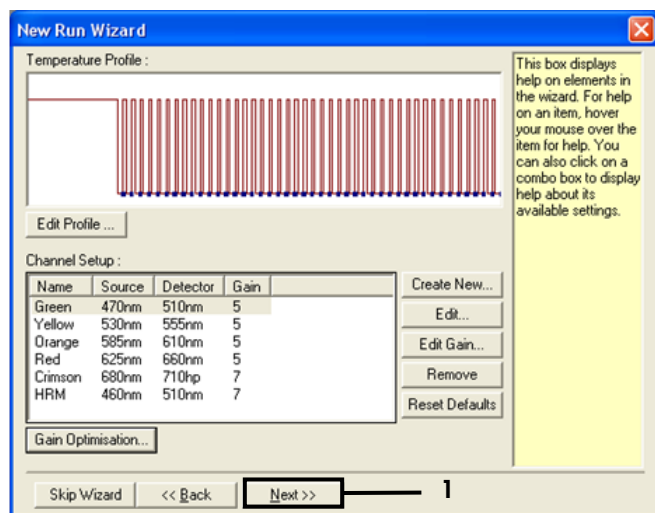

Figure 32. « Next » (suivant) (1).
15. Cliquer sur « Next » (suivant) (figure 32) pour sauvegarder le modèle du kit *therascreen* EGFR RGQ PCR (fichier \*.ret) dans un emplacement approprié en sélectionnant « Save Template » (sauvegarder modèle).